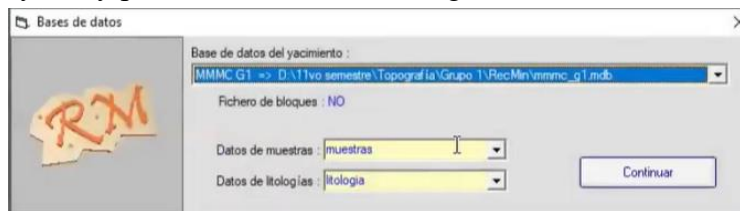

Figura 461. Dirección de la carpeta.
28. En la ventana “Base de datos”, verificar la dirección de la carpeta en la cual se encuentra guardado el proyecto y presionar “Continuar”. Figura 461.